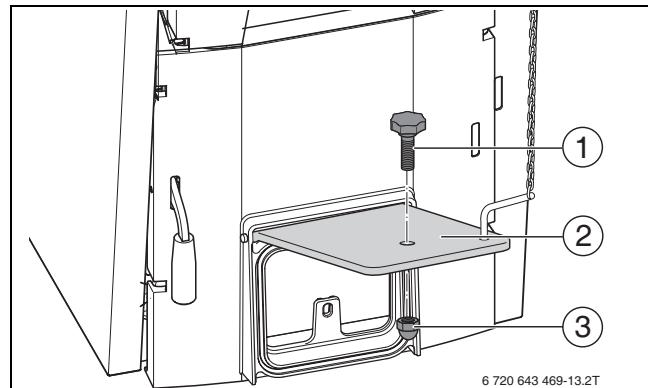

Рис. 16 Установка регулировочного винта
- Установите регулировочный винт [1] (см.рис. 16) на воздушной заслонке [2].